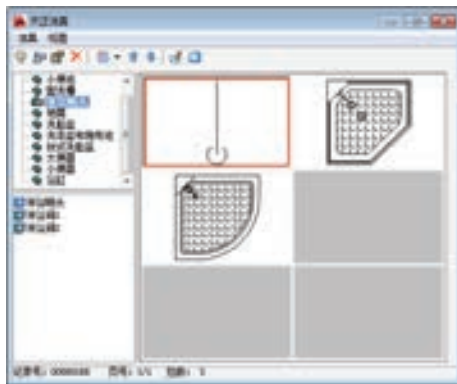

图 14-64 “天正洁具”窗口
9) 在“天正洁具”对话框中选择淋浴喷头图形, 结果如图 14-64 所示。